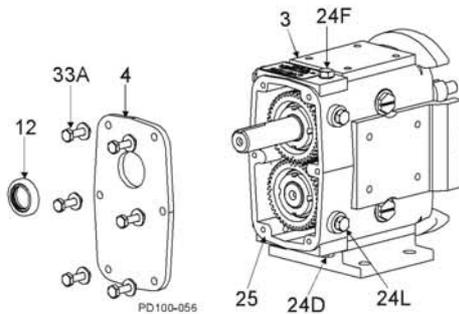

Abb. 38 Getriebedeckel abnehmen
1. Entfernen Sie den Ölablassstopfen (Abb. 38, Pos. 24D); lassen Sie das Öl ab.
2. Entfernen Sie die Sechskantschrauben vom Getriebegehäuse (Abb.38, Pos.33A).